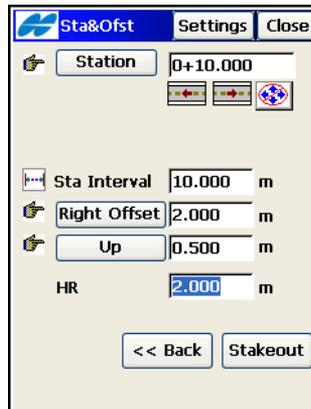

Abbildung 9-34. Station & Offsets
3. Wählen Sie im Absteckfenster *Sta&Ofst* (Abbildung 9-34) die Stationierung entlang der abzusteckenden Kurve, das Stationierungsintervall, den Offset rechts oder links der Kurve, den Höhenunterschied und die Höhe und Messmethode der Antenne (GPS-Modus) bzw. die Zielhöhe (TS-Modus).